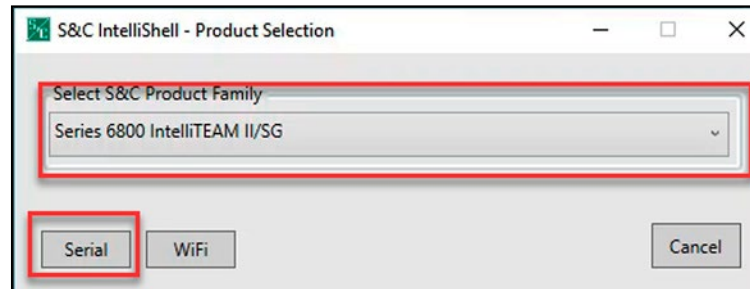

Figura 124. La opción de Selección de Productos y conexión en Serie.
**PASO 2.** Seleccione el producto en el que desea realizar el restablecimiento de fábrica y pulse el botón **Serie**. Ver Figura 124.